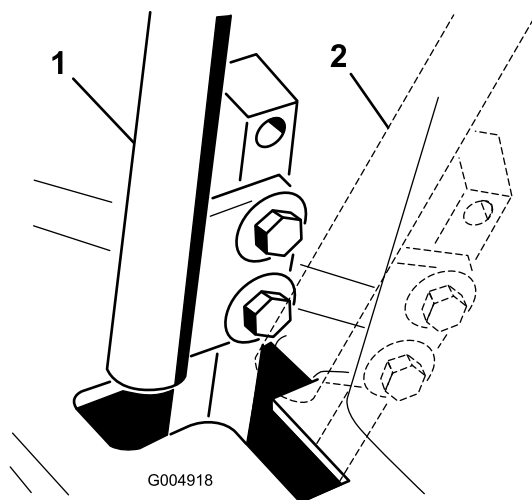

Figura 57
4. Mettete la leva di controllo in folle **senza bloccarla** (Figura 57).
6. Controllate dove la leva di controllo corrisponde alla tacca nella console (Figura 57).